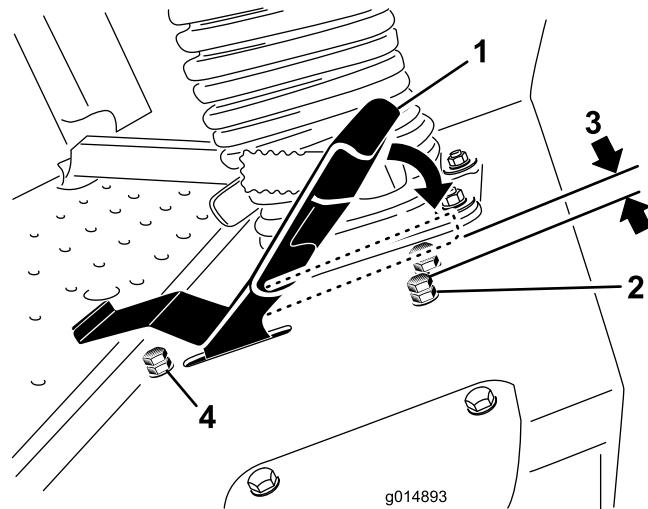

図 51
3. 走行ペダルのストップboltについているジャムナットをゆるめる（図 51）。